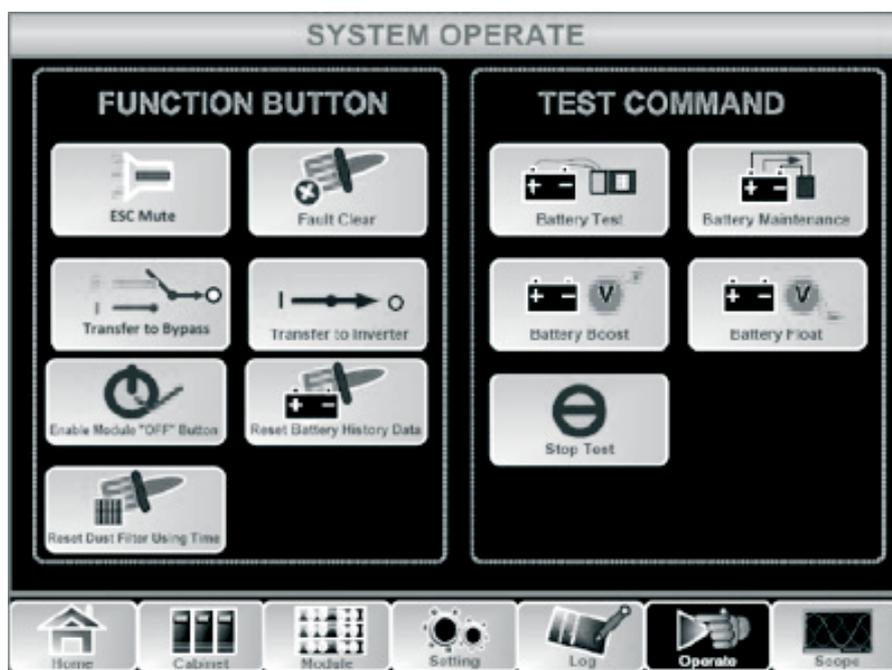

Рисунок 4-3. Обслуживание аккумуляторной батареи
- Ручной тест разряда АКБ. Войдите в меню «Operate», изображенное на Рис. 4-3, и коснитесь значка «Battery Maintenance» , система переключится в режим работы от батареи для разряда. Процесс разрядки прекратится, когда уровень заряда батарей достигнет 20 % или напряжение АКБ достигнет нижнего допустимого предела (1,1\*EOD). Пользователь может остановить тестирование, коснувшись значка «Stop Test» .